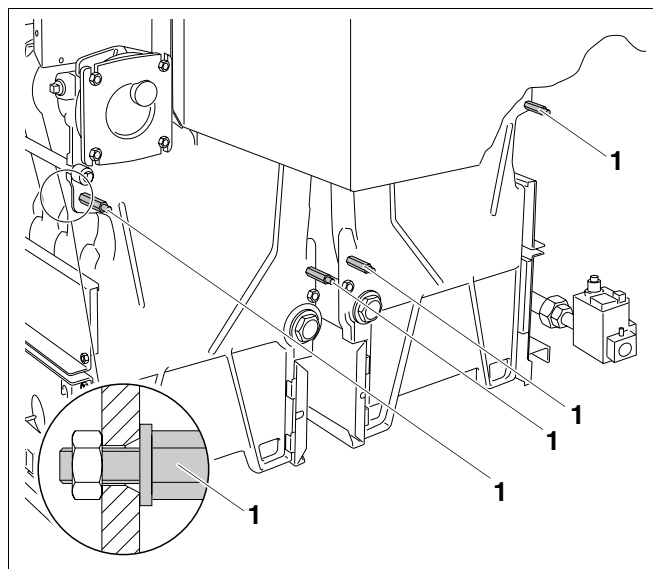
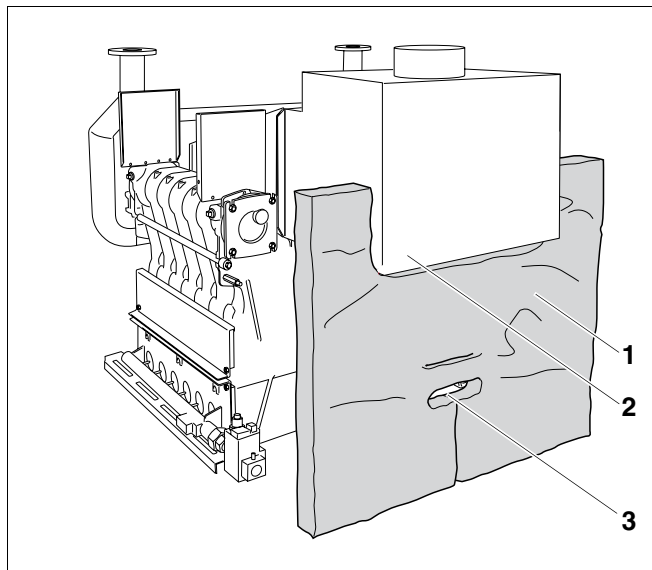

Рис. 45 Установка распорных шпилек
Рис. 46 Прижать теплоизоляцию задней стенки
- Установить четыре распорных шпильки М8 х 75 (рис. 45, поз. 1) для крепления задних стенок (гайка с напрессованной шайбой сзади, подкладная шайба спереди).
Для правильного расположения теплоизоляции задней стенки (рис. 46, поз. 1) соблюдайте следующее:
- Вырез (рис. 46, поз. 2) в теплоизоляции должен быть направлен к коллектору дымовых газов.
- Вывести распорные шпильки (рис. 45, поз. 1, стр. 41) через прорези в теплоизоляции (рис. 46, поз. 1) так, чтобы они были свободны.
- В нижней прорези (рис. 46, поз. 3) должны находиться незакрытыми нижние ступицы котла.
- Светлая сторона теплоизоляции задней стенки (рис. 46, поз. 1) должна быть направлена к блоку котла.
- Прижать теплоизоляцию (рис. 46, поз. 1) к задней стороне котловых блоков.